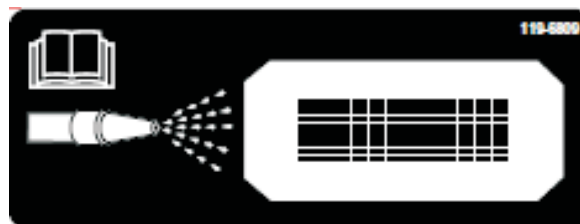
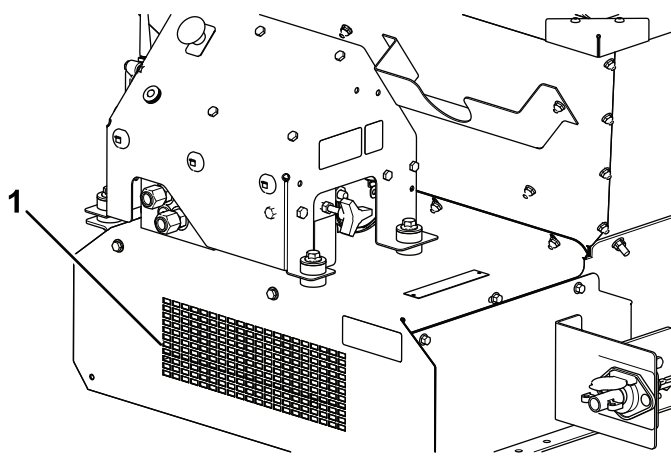

Bild 57
Bild 58
10. Ermitteln Sie den Reinigungsanschlussaufkleber vorne an der Maschine (Bild 57). Spritzen Sie mit einem Gartenschlauch durch das vordere Schutzgitter, bis die Bodenplatte kein Material mehr enthält (Bild 58).